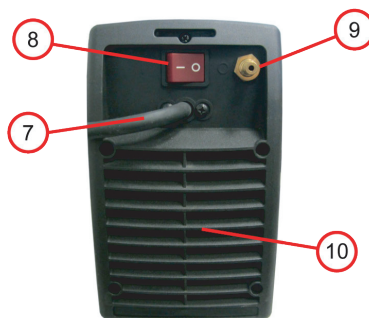

Рис. 1
1. Подключите к аппарату горелку TIG. Вставьте разъем управления горелкой в разъем «TIG» 5 (рис. 1) на панели сварочного аппарата и зафиксируйте его. Газовый разъем подсоедините к газовому разъему TIG 6 (рис. 1) на передней панели. Клемму кабеля горелки подключите к разъему «-» 4 (рис. 1) на передней панели.
3. Подсоедините газовый шланг к штуцеру 9 (рис. 1) на задней панели аппарата, а другой его конец к газовому баллону с аргоном через редуктор и расходомер.